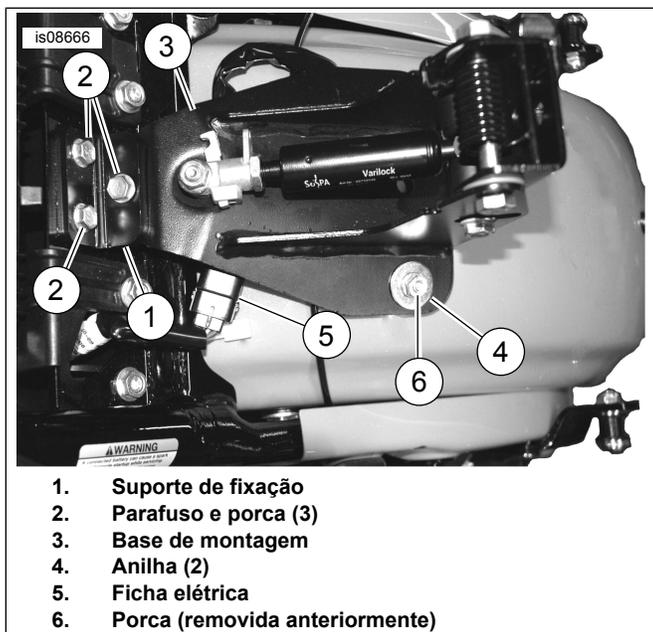
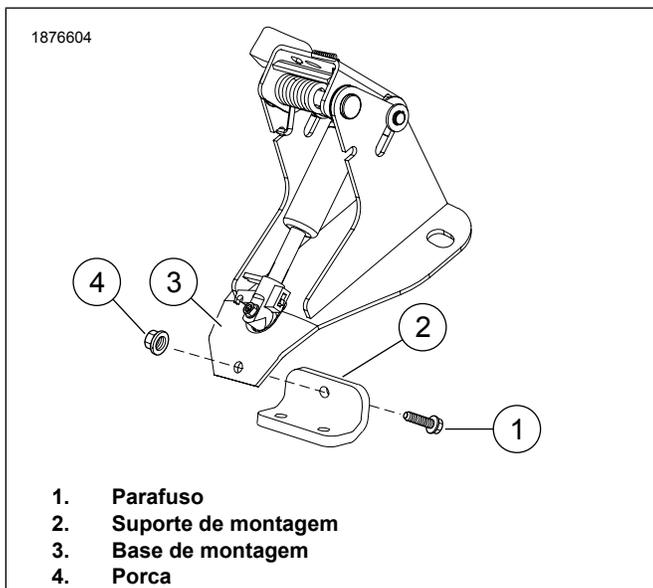

Figura 6. Instalar o Suporte do Encosto
Figura 7. Opção de instalação alternativa para suporte de montagem
6. Ver a Figura 6. Colocar o suporte de montagem (1) no sítio e instalar os parafusos e porcas (2), conforme demonstrado. Não aperte totalmente os prendedores. Verifique se o conector elétrico se move sem dificuldades.
- a. Ver Figura 6 e Figura 7. Se o conector elétrico (5) entrar em contacto com a base de montagem (3), mover o suporte de montagem (1) para trás da base de montagem (3).
- b. Montar o parafuso (1) e a porca (4).
7. Instale as anilhas (4) e as porcas (6). Aperte.